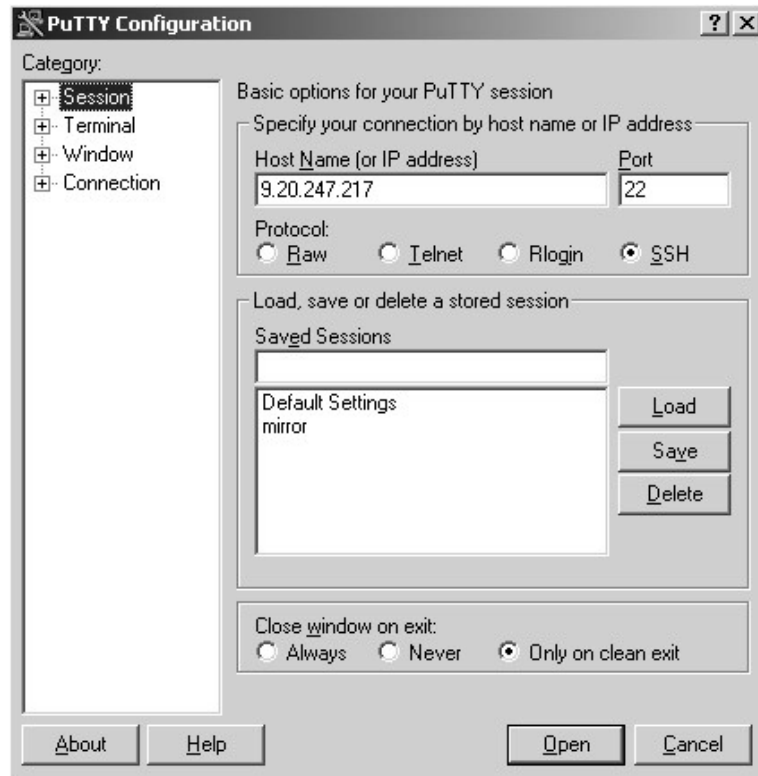

图 26. PuTTY Configuration 面板 - 基本选项
2. 显示 PuTTY Configuration 面板；请参阅第 13 页的图 26。在 **Host Name (or IP Address)** 字段输入设备的 IP 地址（通常是群集 IP 地址），并为 Protocol 选择 **SSH** 选项。